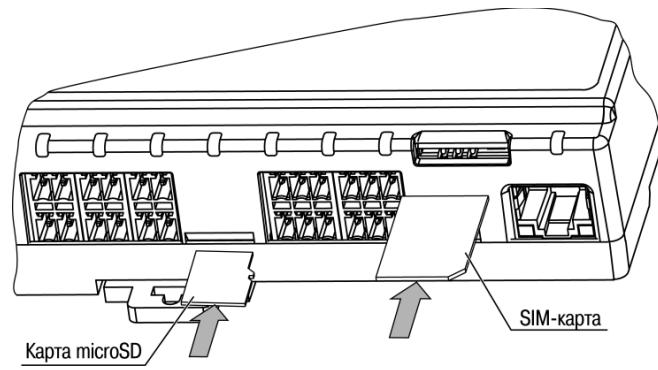

Рисунок 6.3 – Установка microSD и SIM-карты
**6.2.6 Подключение microSD/microSDHC карты** допускается, в том числе, и при включенном питании КСОД . При этом необходимо программно предусмотреть приостановку работы с картой. Карта устанавливается контактами в сторону DIN-рейки (см. рисунок 6.3).
**6.2.7 При использовании GSM/GPRS-модема** необходима антенна, подсоединяемая к винтовому гнезду типа SMA. Антенна не входит в комплект поставки и приобретается отдельно. Установку/замену SIM-карты стоит производить при отключенном питании КСОД и питании подключенных к нему устройств. SIM-карта устанавливается контактами в сторону DIN-рейки и скошенным уголком наружу (см. рисунок 6.3). Для извлечения SIM-карты рекомендуется воспользоваться пинцетом.